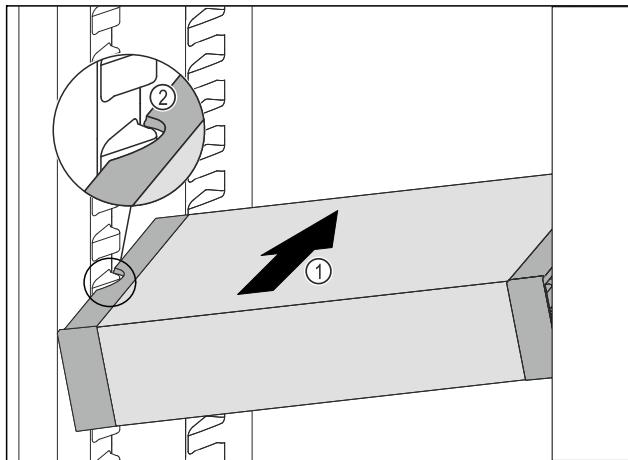

Fig. 114
- VarioSafe zasúvajte šikmo do chladničky Fig. 114 (1), kým sa bočné vybrania Fig. 114 (2) VarioSafe nebudú nachádzať vo výške rebra nádoby v chladničke.